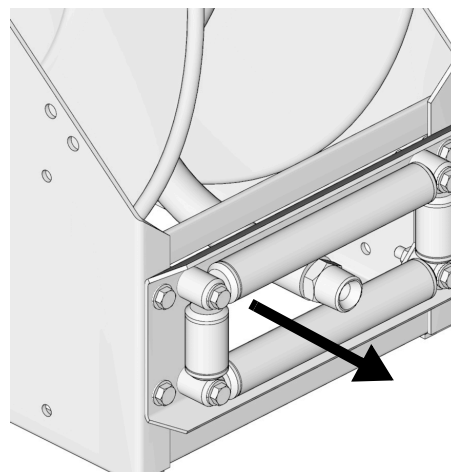

FIG. 16
- Faire passer l'extrémité du flexible entre les rouleaux à flexibles (FIG. 16).